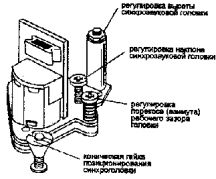

Рис. 6
2. Гвинтами регулювання нахилу і перекосу синхрозвукової головки (рис. 6) встановіть положення її заснування паралельно базі. Більш точного положення блоку нерухомих головок можна домогтися при відтворенні вимірювальної стрічки і контролюючи амплітуду відтвореного звуковий частоти б кГц осцилографом. Регулюючи нахил, перекіс і висоту синхрозвукової головки, добийтеся отримання максимального рівня звукового сигналу.
5. Підключіть осцилограф до виходу попереднього відеопідсилювача і синхронізуйте його розгортку імпульсами комутації відеоголовок. Відтворіть вимірювальну стрічку і контролюйте по екрану осцилографа огибающую ЧМ сигналу. Регулятор трекінгу встановіть в середнє положення (якщо ВМ оснащений системою автотрекінгу, відключіть його) і, обертаючи конічну гайку (рис. 6), добийтеся максимального рівня обвідної ЧМ сигналу.